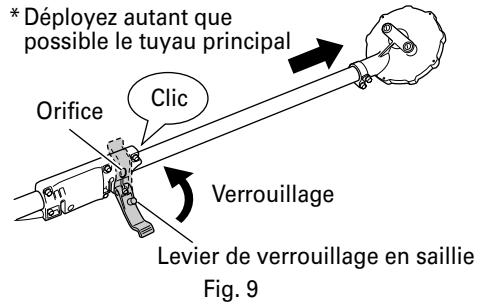

Fig. 9
- (2) Déployez autant que possible le tuyau principal jusqu'à audition d'un clic (Fig. 9).
- (3) Une fois le tuyau principal déployé et le déclic émis, vérifiez que l'orifice du boîtier est aligné avec celui du tuyau principal et verrouillez le levier de verrouillage pour fixer correctement le tuyau principal. (Fig. 9)